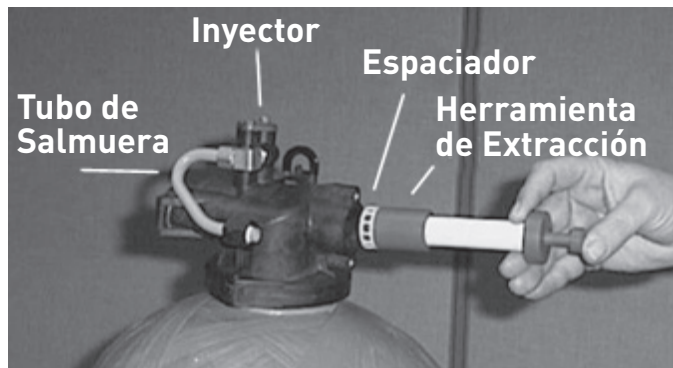

Figura 8
12. Para volver a colocar el cuerpo de una válvula, primero tome el anillo terminal (el anillo de plástico o latón sin orificios) y después presione con los pulgares el botón en el extremo de la manga de latón. La parte interna de mayor diámetro ahora queda expuesta (consulte la Figura 8). Coloque el anillo terminal en este piloto con el borde sobre el anillo terminal de frente a la herramienta. Empuje la herramienta hasta el fondo de la perforación del cuerpo de la válvula. Mientras la herramienta está en el cuerpo de la válvula, tome un sello y presiónelo sobre el diámetro interior del extremo hembra de latón expuesto.